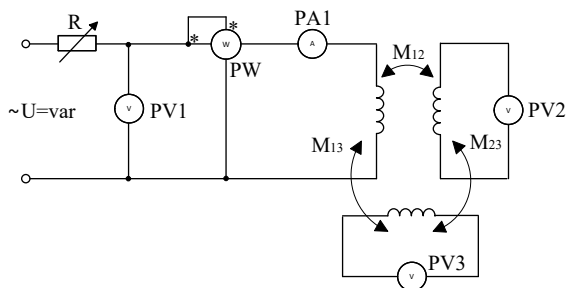

Рис. 5.2.
2.1.1. Собрать цепь по схеме, приведенной на рис. 5.2.